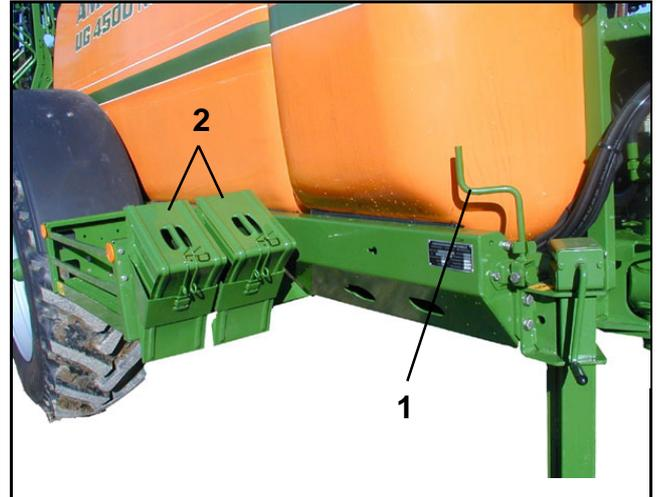

Fig. 5.8
- Quitar las cuñas de calce fijándolas y asegurándolas en los soportes (Fig. 5.8/2) del bastidor.